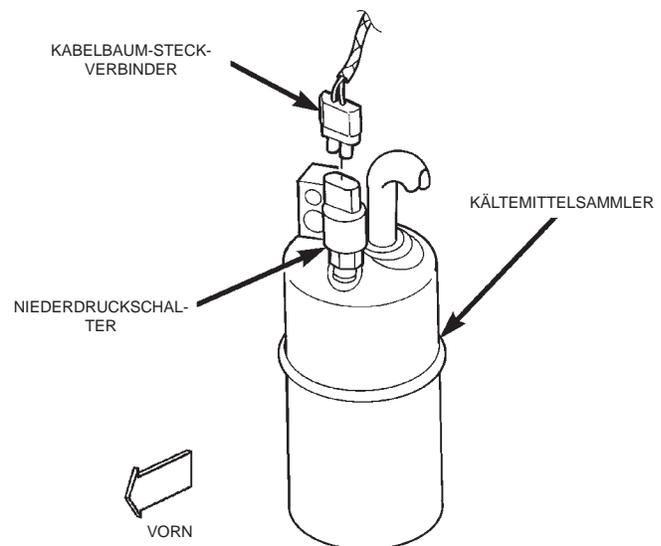

Abb. 32 Niederschalter aus- und einbauen—Typisch
(1) Batterie-Minuskabel (-) abklemmen und elektrisch isolieren.
(2) Steckverbinder vom Niederschalter oben am Kältemittelsammler abziehen (Abb. 32).